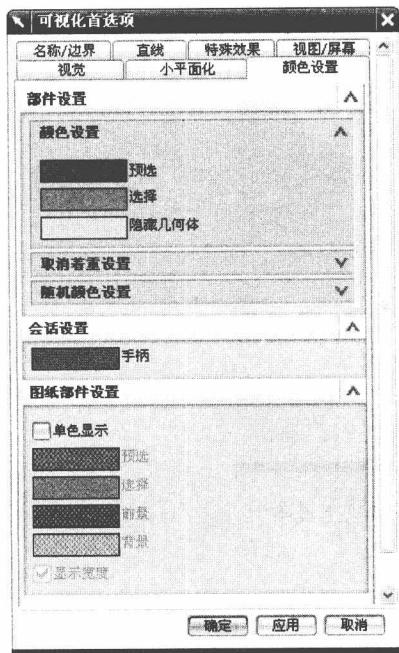

图 1.10 “可视化首选项”对话框
(1) 选择“首选项”|“可视化”命令，弹出“可视化首选项”对话框，打开“颜色设置”选项卡，如图 1.10 所示。
(2) 分别单击“预选”、“选择”、“隐藏几何体”对应的颜色框，弹出“颜色”对话框，单击拟更改的颜色，两次单击“确定”按钮完成修改。
(3) 将鼠标再次移近模型，模型上光标所指之处变成设定的“预选”颜色。单击实体上任意一个几何要素，该要素由“预选”的颜色变成“选择”的颜色。